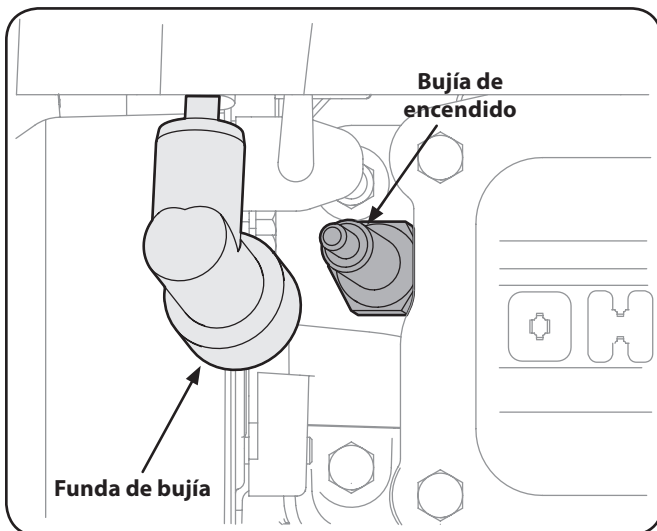

Figura 6-4
1. Retire la funda de bujía y utilice una llave para bujías para extraer la bujía. Vea la Figura 6-4.